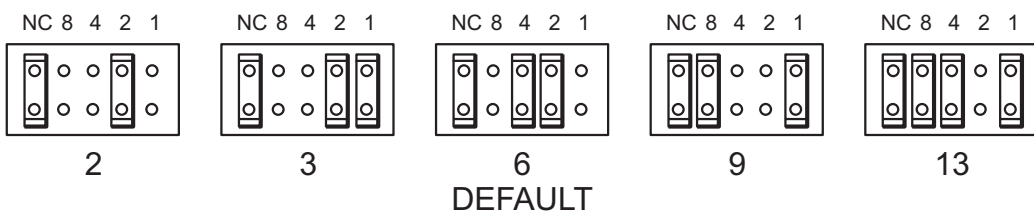

图 3a: 检查 SCSI ID
使用磁带机后部的一组插脚上的跳线来设置 SCSI ID。使用镊子或小钳子将跳线移动到与所需的 ID 相应的模式，见图 3a。如果未安装任何跳线，默认情况下，固件将磁带机设置为 SCSI ID 6。如果安装了跳线，应始终设置左手跳线 (NC)。